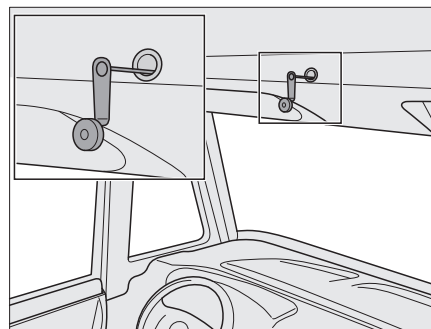

Bild 174 Notbedienung für elektrisches Hubbett
- ▷ Bei Stromausfall kann das elektrische Hubbett auch mit einer Notkurbel (Bild 174) bedient werden. Diese befindet sich in der Küchenzeile.